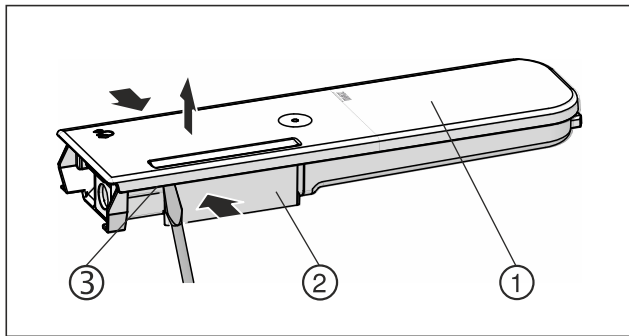

Fig. 153
- ▶ Comprimerne il serbatoio dell'acqua Fig. 153 (2) e fare leva con attenzione sul coperchio Fig. 153 (1) sollevandolo dai naselli di arresto Fig. 153 (3).
- ▶ Spostare leggermente avanti e indietro il coperchio Fig. 153 (1) e rimuoverlo verso l'alto.